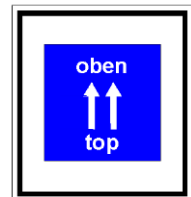

Abbildung 6:
- Bestimmte Getriebe sind mit einem zusätzlichen Aufkleber zur Lageorientierung versehen (siehe **Abbildung 6**)